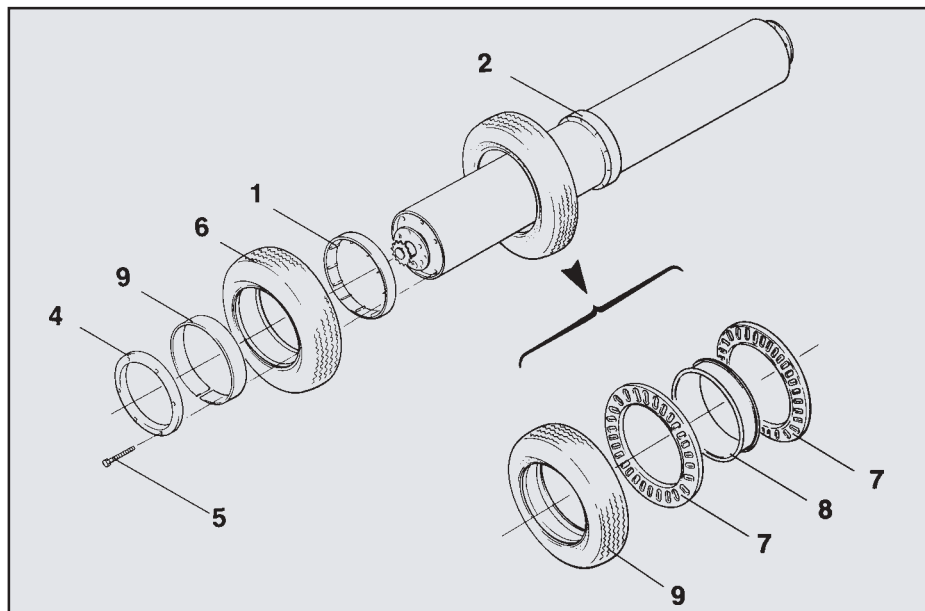
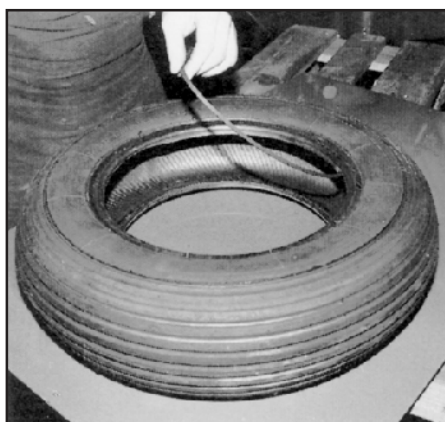

Рис. 56
Рис. 57
Расстояние между шинами устанавливается при помощи синтетического дистанционного кольца (Рис. 56/1). В середине вала прочно сварено стальное дистанционное кольцо (Рис. 56/2) с валом. Поэтому нельзя все шины сдвинуть в один конец вала и снять.
- Отвинтить наружную пластину вала (Рис. 56/4), которая находится ближе всего к поврежденной шине. Чтобы наружная пластина вала при этом не перекашивалась, необходимо вывинчивать винты не отдельно, а попеременно по очереди соответственно одним оборотом.
Вы можете заменить неисправную шину с обоими опорными кольцами (Рис. 56/7) и внутренним кольцом шины (Рис. 56/8) новой, полностью собранной. Либо Вы и дальше применяете оба опорных кольца и внутреннее кольцо, а заказываете только несобранную шину (Рис. 56/9). Заваем от этой шины уже обрезано внутреннее кольцо шириной от 3 до 5 мм (Рис. 57), чтобы затем шина более легко надевалась на вал покрышки.
Заводом частично поставляются стандартные покрышки (см. таблицу), которые, в частности из-за обрезанного внутреннего кольца (рис. 57), не допущены к общественному дорожному движению.
- Оба опорных кольца (Рис. 56/7) и внутреннее кольцо (56/8) выньте из поврежденной покрышки, просто вскрыв ее.
- Что касается покрышек, которые приобретены в магазине, необходимо обрезать внутреннее кольцо шириной от 3 до 5 мм (см. Рис. 57), чтобы впоследствии можно было легче одеть покрышку на вал катка.
- Перед сборкой необходимо нагреть опорные кольца (Рис. 56/7) на водяной бане при максимальной температуре от 35° до 45°. Нагретые опорные кольца легче сгибаются и таким образом лучше надеваются на покрышки.
- Предварительно собранную шину (Рис. 56/6) и дистанционные кольца (Рис. 56/1) одеть на вал покрышки.
- Перед сборкой последней шины одеть монтажное кольцо (Рис. 56/9) на трубу вала, чтобы облегчить монтаж последней шины. Монтажное кольцо должно при этом отделяться внешним краем последней покрышки.
- Наружную пластину вала (Рис. 56/4) насадить на трубу вала, а винты (Рис. 56/5) вручную ввинтить в резьбовое отверстие. Чтобы наружная пластина вала не перекашивалась, винты должны вкручиваться попеременно по очереди соответственно одним оборотом.